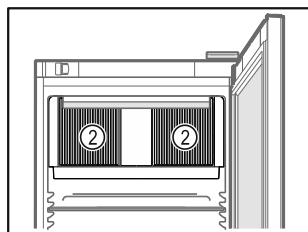

Fig. 76
- Sørg for at cirkulationsblæserens ventilationsåbninger Fig. 76 (2) i det indvendige rum altid er frie.